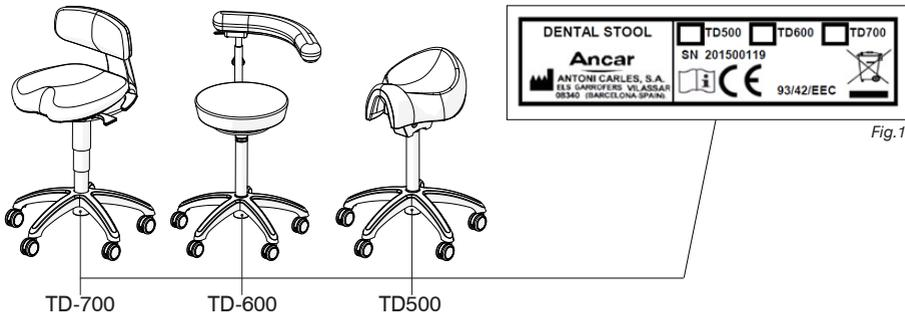

Fig.1
Cada taburete dental Ancar está debidamente identificado con una etiqueta de información (Fig.1).
- Monte las 5 ruedas a la base de aluminio del TD-700 introduciendo el eje de la rueda **A** (Fig.1) a los agujeros de la base **B** (Fig.1) y presione firmemente contra el suelo.